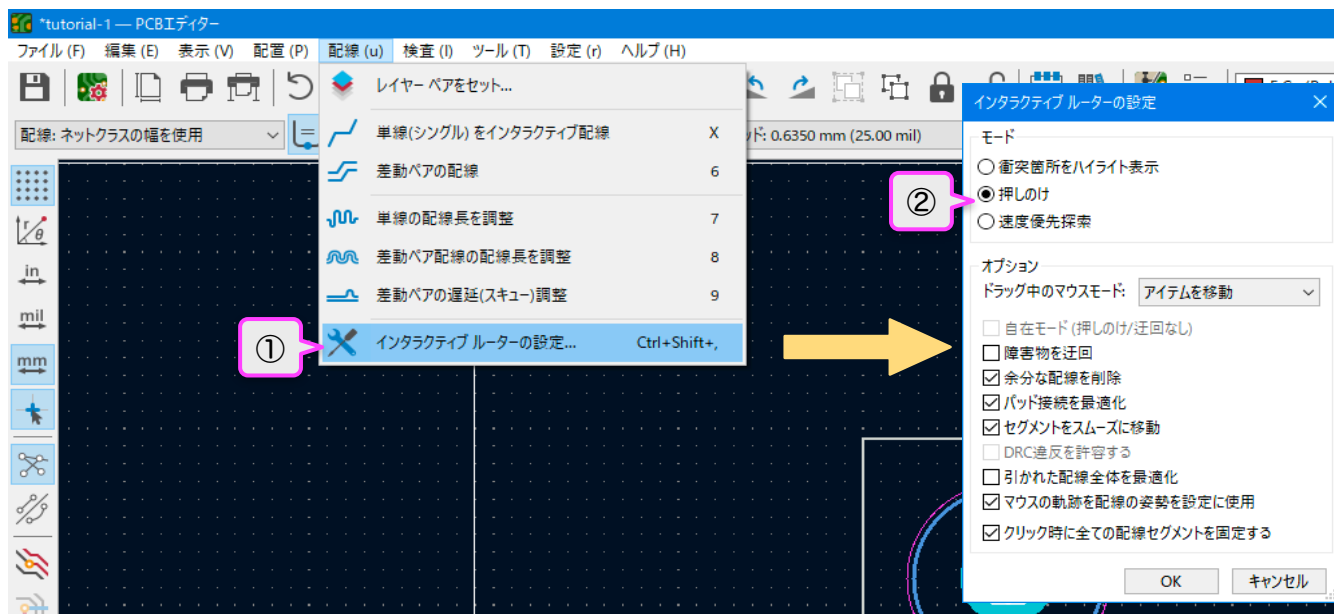

図7-23
- ① メニューバー「配線」→「インタラクティブルーターの設定」と進みます。
- ② 「インタラクティブルーターの設定」ダイアログの「押しのけ」を選択して [OK] ボタンをクリックします。図7-23